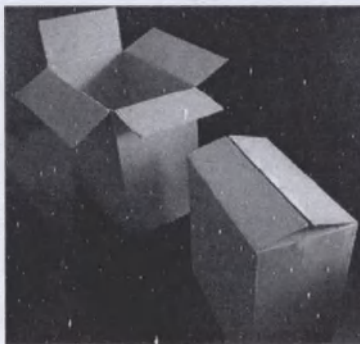

Рисунок 4
- Осторожно вытащите упаковку, как показано на рис. 4.